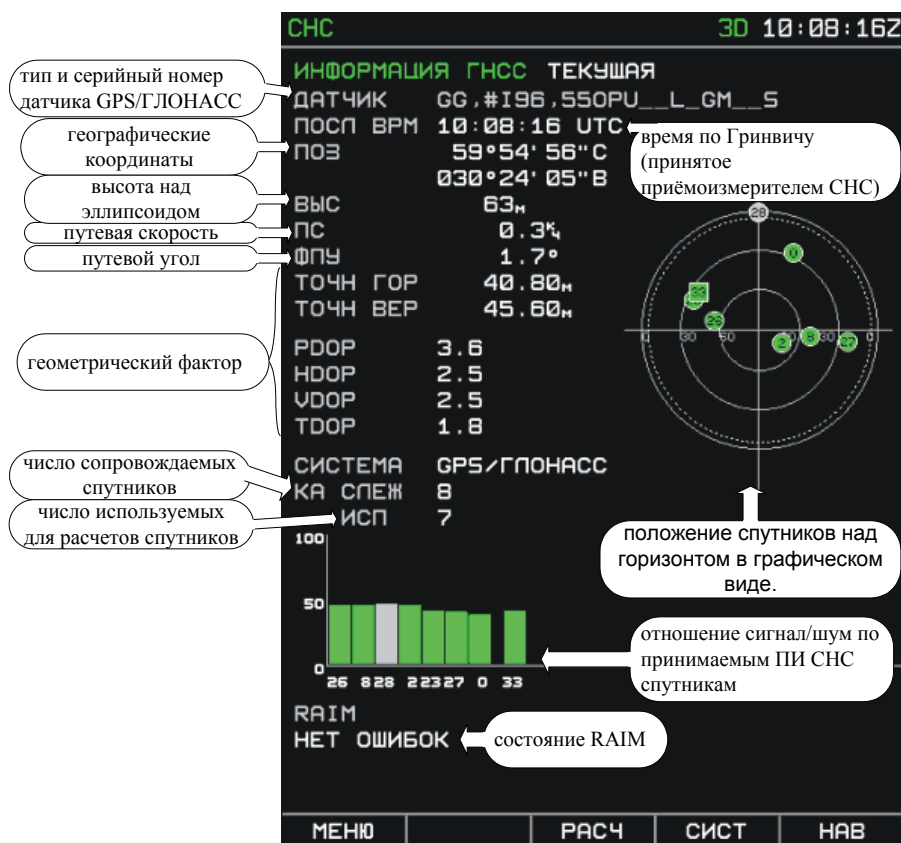

Рис. 9. Контролируемые параметры на странице CHS
2. Перейти на страницу **СНС**, для чего нажать кнопку **СНС**. Проконтролировать работоспособность встроенной спутниковой навигационной системы (Рис. 9):